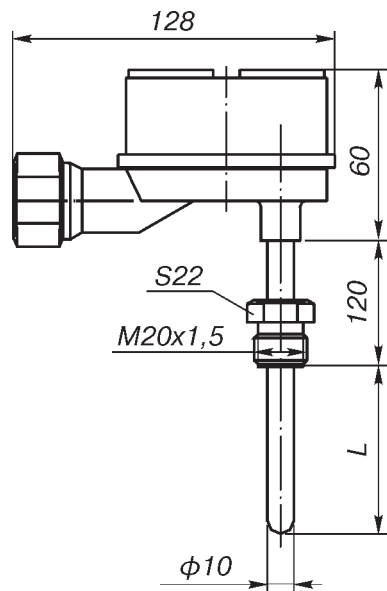

Рис.6**.
- полиамид Технамид А-СВ-30-Л (рис.6);
Диапазон измеряемых температур, класс допуска, схема соединений, количество чувствительных элементов, длина монтажной части (для рис.6, 7)